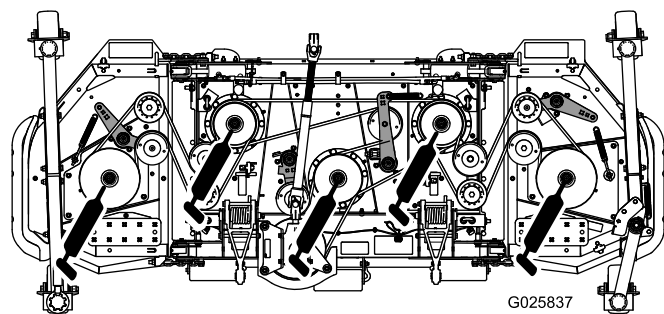

Figura 17
- Rolamentos do eixo (5) (Figura 17)